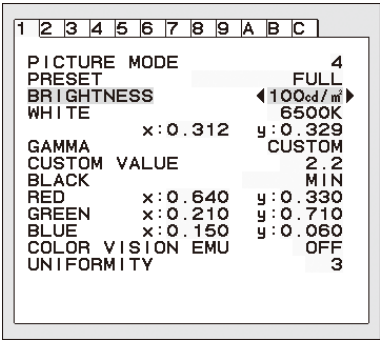

图.3
2. 设置暗度级别。这是当周围光线黑暗时显示器能降到亮度级别。当设置此级别时，确保室内处于最黑暗状态。然后使用正面按钮将光标上移至 **BRIGHTNESS (亮度)** 设置。选择所需的亮度级别(图.3)。